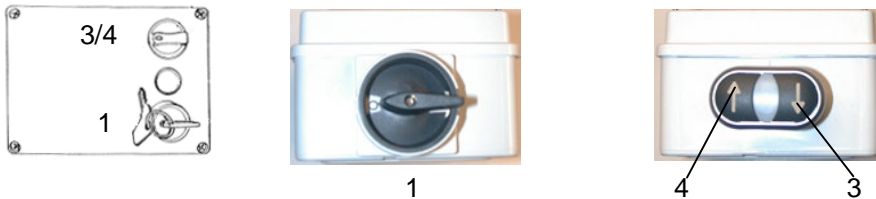

fig. 14
**ONTLUCHTEN SYSTEEM (zie fig. 14)**